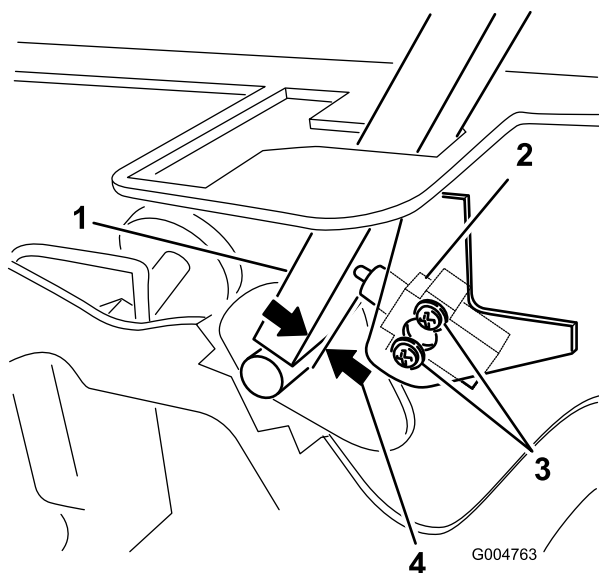

Figure 52
3. Desserrez les 2 vis de fixation du contacteur de sécurité (Figure 52).
4. Maintenez le levier de commande contre le cadre et rapprochez le contacteur du levier jusqu'à ce qu'ils soient espacés de 0,4 à 1 mm, comme montré à la Figure 52.